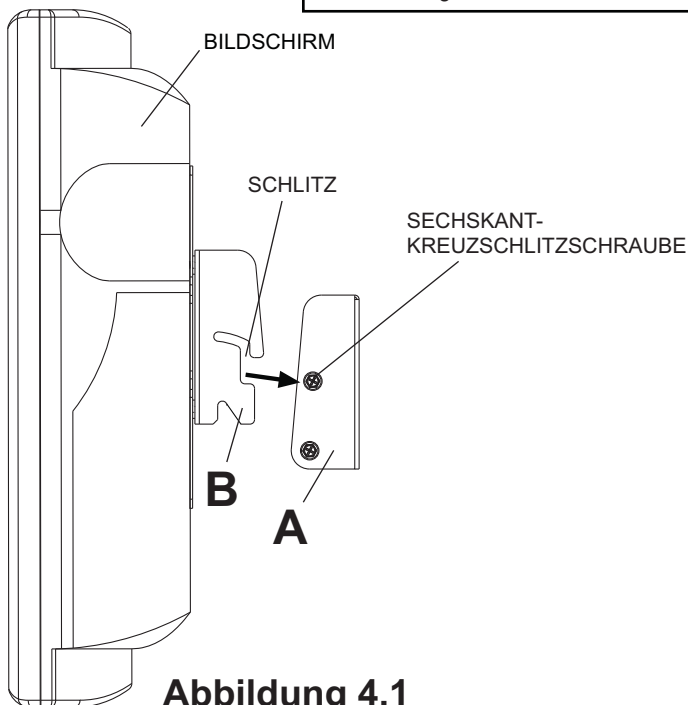

Abbildung 4.1
Setzen Sie die oberen Schlitzte der Montageplatte (B) wie in Abbildung 4.1 dargestellt auf die Sechskant-Kreuzschlitzschrauben der Wandplatte (A). Ziehen Sie immer eine zusätzliche Person heran oder verwenden Sie mechanische Hebeegeräte, um den Flachbildschirm sicher zu heben und zu positionieren.